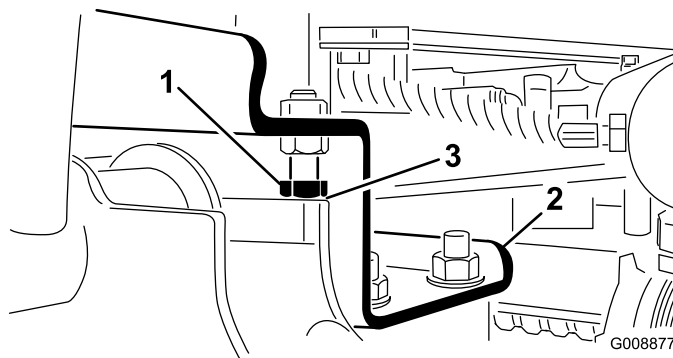

Figura 23
- A. Solte os parafusos de bloqueio e ajuste o cilindro até obter a folga (Figura 23).
2. Certifique-se de que a folga entre cada braço de elevação e pino de bloqueio é de 0,13 a 1,02 mm (Figura 23).